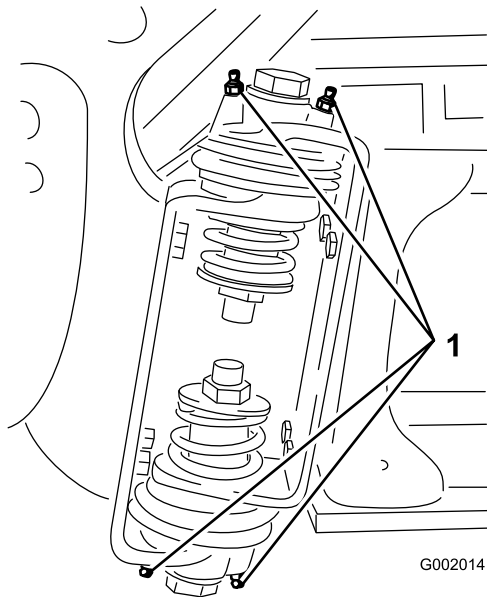

Figura 33
2. Bombee grasa en el cojinete o casquillo de cada punto de engrase (Figura 33).